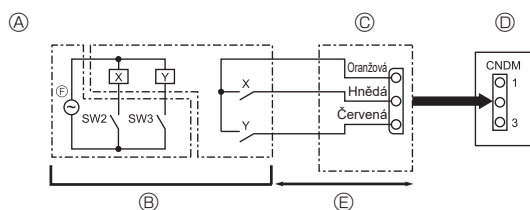

Fig. 9-2
9.2. Funkce aktivace dle poptávky (úprava na místě) (Fig. 9-2) (Pouze klimatizace)